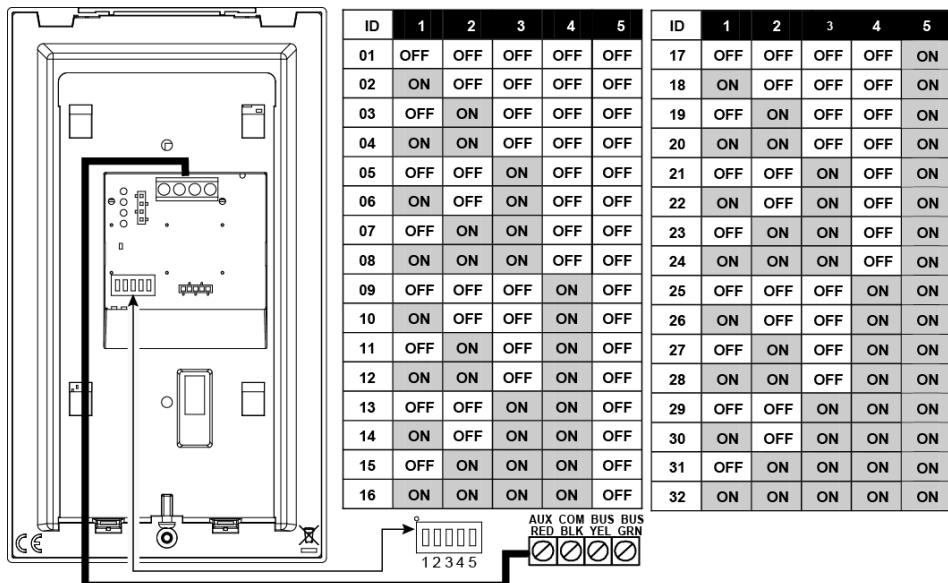

Figuur 6
2. Plaats de montagebeugel op de Box door gebruik te maken van de 2 schroeven zoals geïllustreerd in Figuur 6.